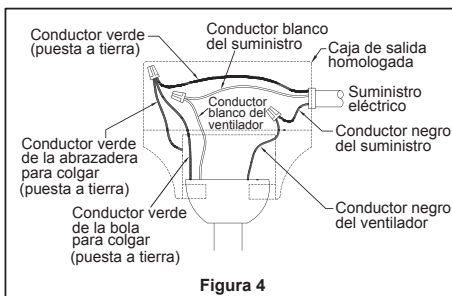

Figura 4
- ☐ 3. Una vez realizadas las conexiones, gire los conductores hacia arriba y, con cuidado, colóquelos dentro de la caja de salida; con los conductores blancos y verdes hacia un lado y los conductores negros hacia el otro. (Figura 4)